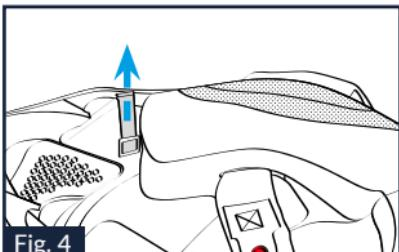

Fig. 4
5.2. Tirare delicatamente il nastro rosso posizionato nella zona anteriore del cuscinetto del guanciale sinistro per sganciare la leva di sicura posta sul suo retro (Fig.4).
12.5. Premere la leva di sicura verso l'alto in corrispondenza della zona di fissaggio del nastro rosso per farla ruotare verso l'imbottitura del guanciale fino a portarla nella sua posizione di chiusura. (Fig.4).